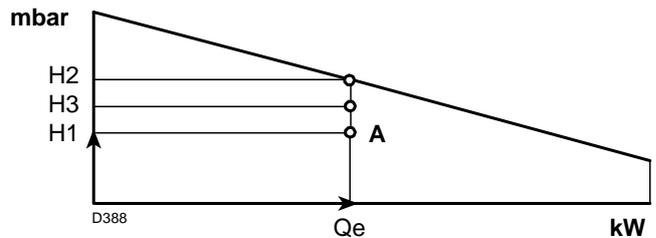

Abb. 3
- 4 Ziehen Sie eine Senkrechte vom Punkt A)(Abb. 3), und lesen Sie den maximalen Druck H2 des Betriebsbereichs ab.
Ist H3 größer als H1)(Abb. 3), kann der Brenner den geforderten Durchsatz erzeugen.